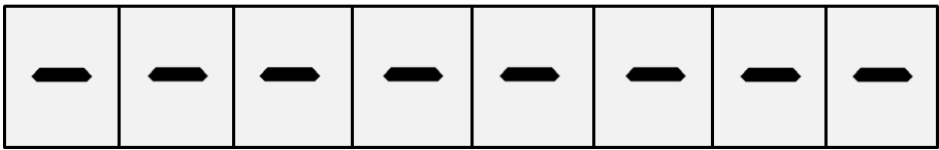
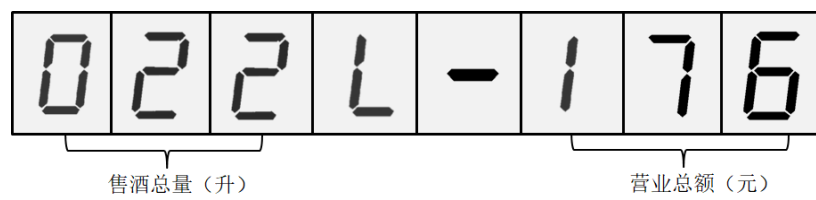

图 2 数码管待机状态
图 8 查询界面
1. 数码管 DS0—DS7 一直显示 “—”，保持待机状态，显示如图 2 所示。
当出酒量达到设定值时，直流电机反转 1 圈关闭出酒控制阀门，物料搬运装置将装酒容器搬运至工位一，手爪放松，等待用户取走（人工取走）。取走装酒容器后，按下“取卡”按键，LED1 常亮，数码管显示界面返回到图 2 待机状态。
系统在待机状态时，按下“查询”键，用数字键输入查询密码（密码为 20231125），数码管从左至右依次显示输入的查询密码，输入完成后，按下“确认”键，如密码正确，数码管显示如图 8 所示。如密码错误，显示图 2 待机界面。可查询白酒售酒量和营业额，显示 3S 后返回到图 2 待机界面。